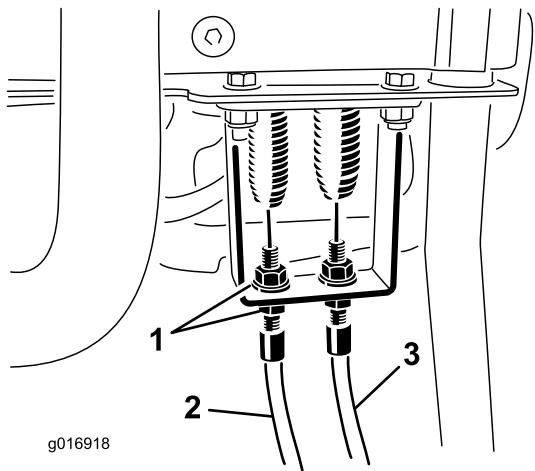
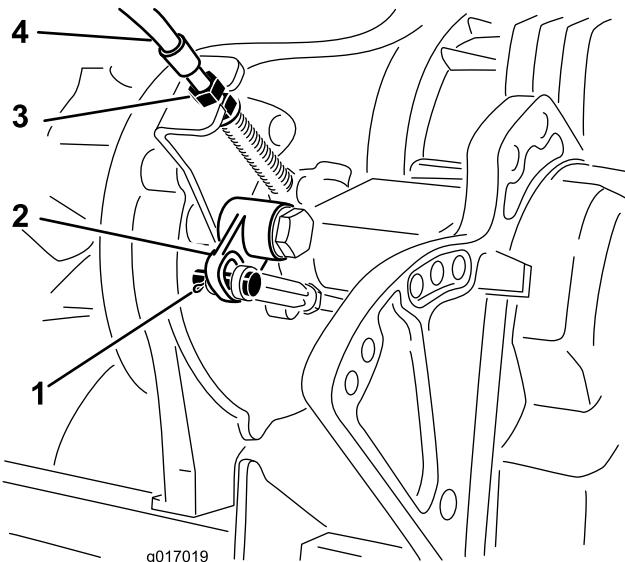

Figura 45
Figura 46
2. Compruebe que no hay holgura en el cable de control de tracción, en el muelle de extensión (Figura 45). Si hay holgura, ajuste las contratuerzas en el soporte (Figura 46) hasta eliminar la holgura en el cable sin alargar el muelle.
4. Retire el pasador y la chaveta que sujetan la horquilla de la varilla a la palanca acodada. Desconecte la horquilla de la palanca acodada (Figura 46).
7. En el soporte (Figura 46), ajuste las contratuerzas del cable para reducir la distancia a la palanca para compensar la modificación anterior.
8. Ajuste las contratuerzas del cable en el soporte para eliminar la holgura del cable sin alargar el muelle (Figura 45).
3. En el soporte de la palanca de control, afloje el cable de control del molinete hasta que haya holgura en el cable (Figura 45).